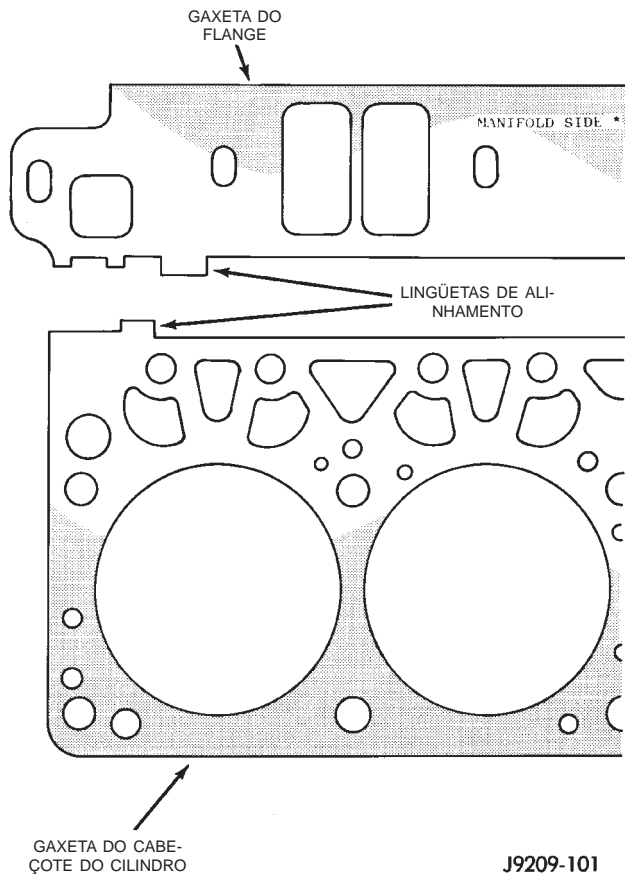
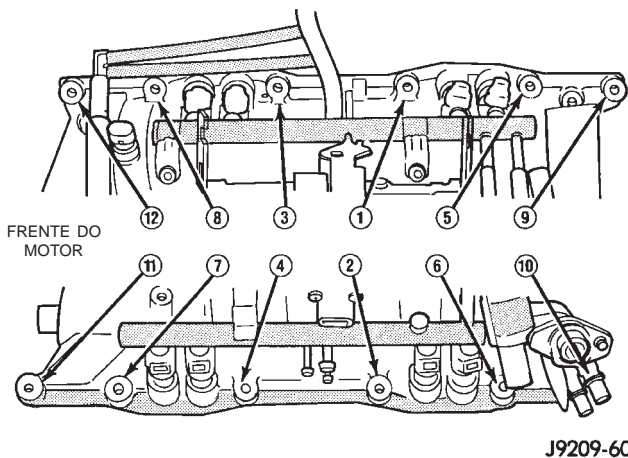

Fig. 25 Alinhamento da Gaxeta do Flange do Coletor de Admissão
Fig. 26 Sequência de Aperto do Parafuso do Coletor de Admissão — Motor 5.9L
(6) Instale as gaxetas do flange. Certifique-se que a lingüeta de alinhamento do orifício vertical esteja recostada na face da estrutura do bloco. As lingüetas de alinhamento horizontais também devem estar posicionadas com as lingüetas conjugadas da gaxeta do cabeçote do cilindro (Fig. 25). As palavras LADO DO COLETOR devem estar visíveis no centro de cada gaxeta do flange.
(7) Abaixar o coletor de admissão cuidadosamente, colocando-o em posição no bloco de cilindros. Os prisioneiros compridos na dianteira e na traseira do coletor ajudarão a alinhar o coletor de admissão. Após colocar o coletor de admissão no lugar, examine para certificar-se de que as vedações estejam no lugar. Remova os prisioneiros de alinhamento, se usados.
(8) A seqüência de torque a seguir duplica os resultados esperados do sistema de montagem automatizado (Fig. 26).